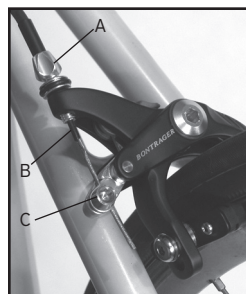

Abbildung 7. Kabelführungselemente
Verwenden Sie einen spitzen Gegenstand, um gegebenenfalls die Öffnungen der Hüllen zu weiten und so die Reibung des Seilzugs zu vermindern. Setzen Sie Endkappen auf die Kabelhüllen, wo dies angebracht ist. Die speziellen Endkappen mit Verlängerung dienen dazu, die Kabelenden durch die Einstellschraube des Seilzugs zu führen (Abbildung 7).
5. Befestigen Sie das Kabel an der Bremse, und ziehen Sie die Klemmschraube (Abbildung 7) mit 5,7 bis 7,9 Nm fest.